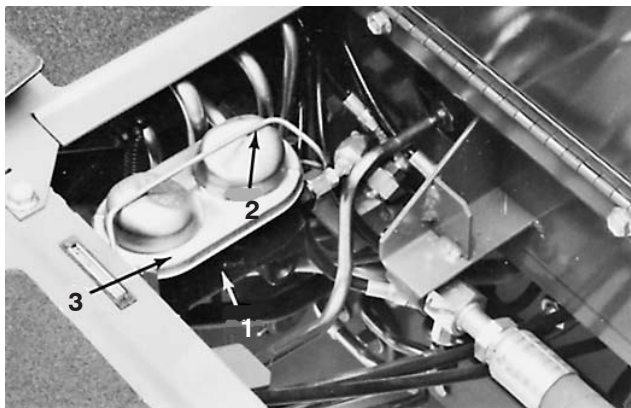

Bild 58
2. Nehmen Sie die Abdeckungsbügel von der Abdeckung ab und nehmen Sie die Abdeckung vom Hauptzylinder (Bild 58).